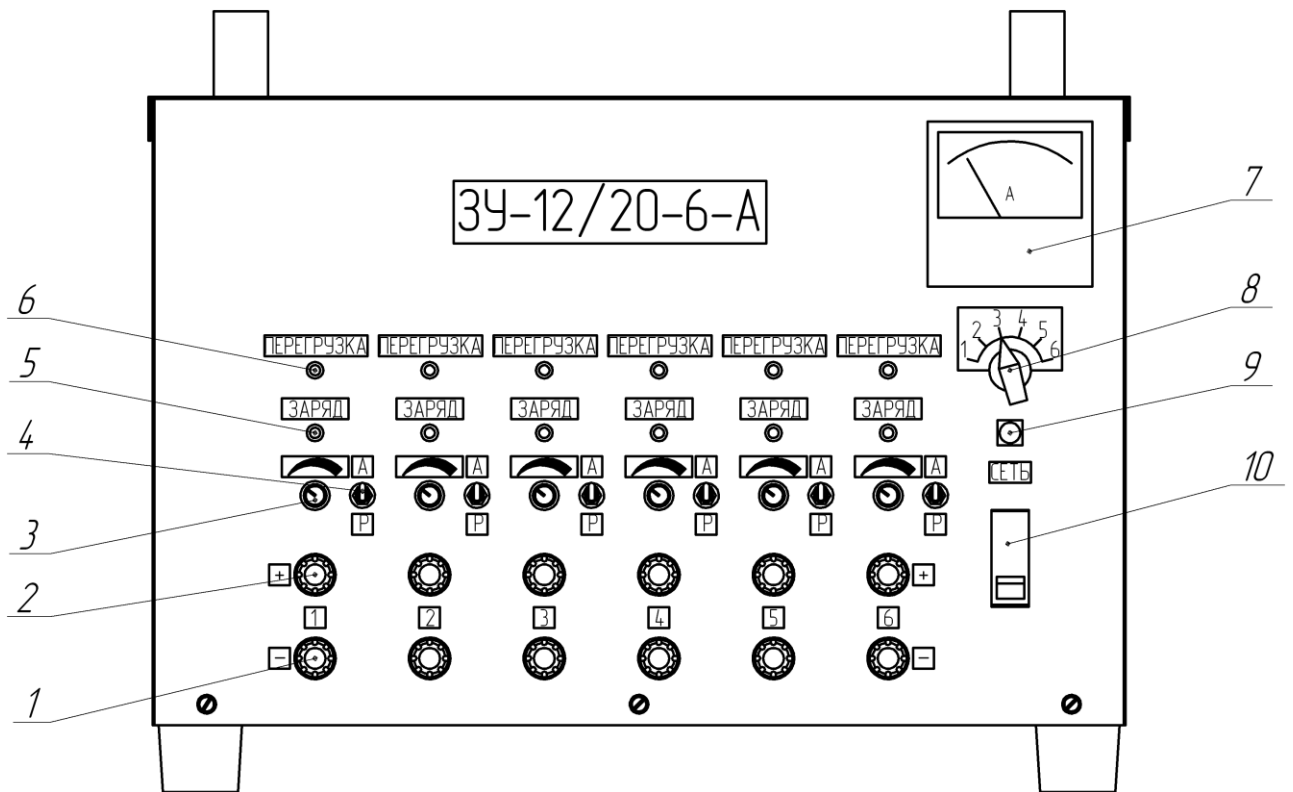

Рисунок 1 – Внешний вид устройства
- все потенциометры регулировки зарядного тока 3 (рисунок 1) вывести в крайнее левое положение.
- включить автоматический выключатель 10 (рисунок 1), после чего загорится индикаторная лампа 9 и начнут мигать светодиоды 5, каналов к которым подключены аккумуляторные батареи, сигнализируя о готовности канала к заряду.